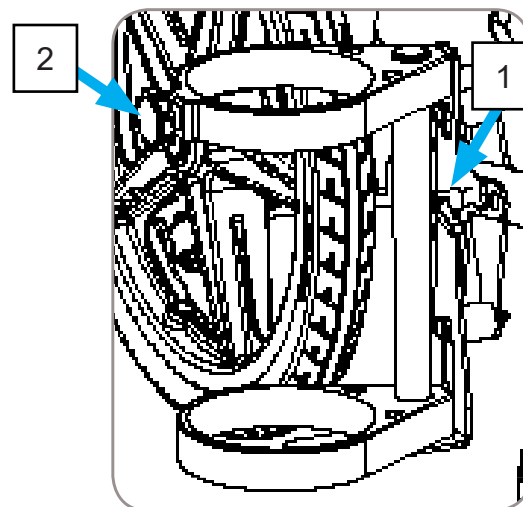

Figura 34
3. Apriete la manija [1] para asegurar. Referencia Figura 34.
5. Apriete la perilla [2]. Referencia Figura 34.